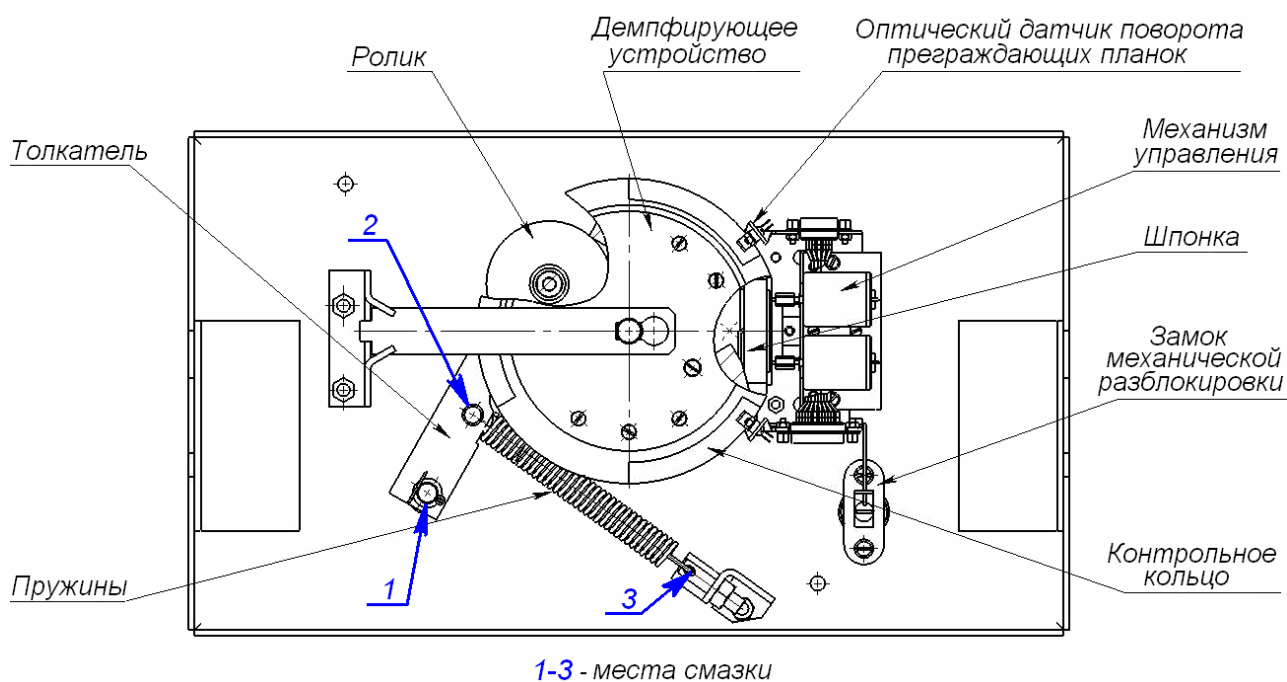

Рисунок 14. Расположение внутренних деталей и узлов стойки ЭП
2. Снимите крышку (3) в порядке, указанном в разделе 6.
4. Осмотрите устройство доворота (толкатель, пружины и ролик), оптические датчики поворота преграждающих планок и демпфирующее устройство (см. рис. 14).
- четыре втулки на устройстве доворота – две на оси вращения толкателя и две на оси крепления пружин, а также отверстия в деталях крепления пружин, по две - три капли масла в каждое место смазки (места смазки указаны на рис. 14);